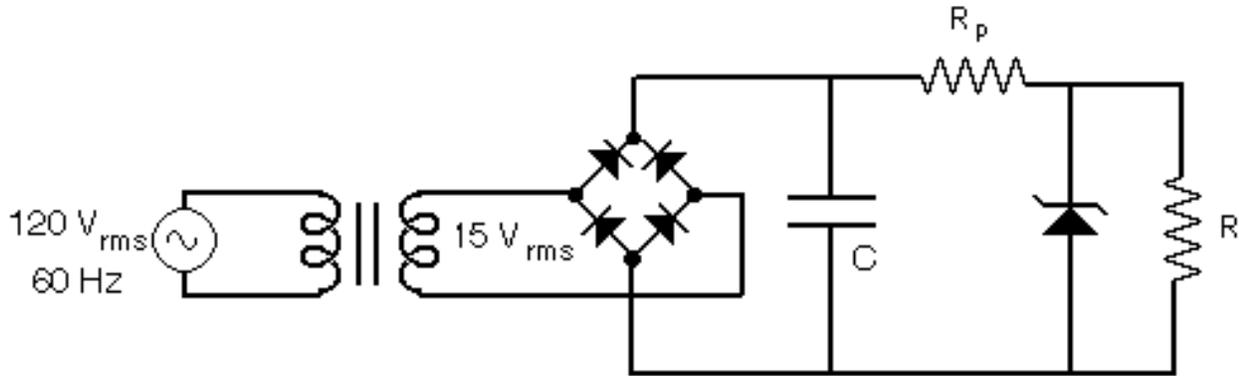

Figura 2.- Fuente regulada básica.
6.- En el circuito de la Figura 2, la Fuente regulada básica:
1.- Monte el circuito de la Figura 2 y observe en la pantalla del osciloscopio el voltaje de salida, el voltaje en el condensador y el voltaje en los diodos de dicho circuito. Haga los diagramas en papel milimetrado, identificando voltajes y periodos de tiempo en las curvas dibujadas.